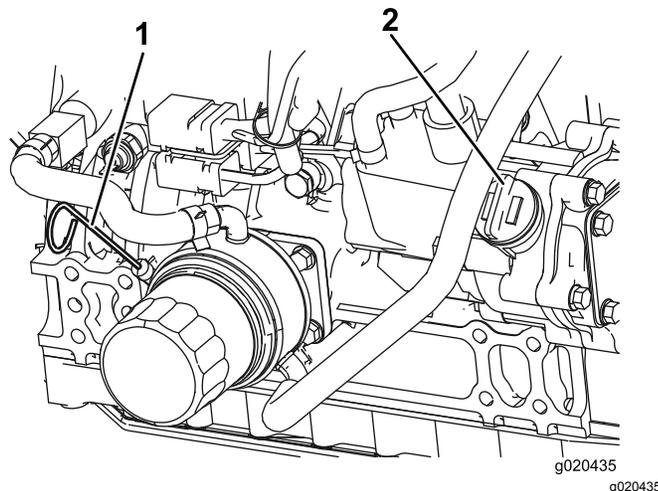

Рисунок 16
Уровень масла должен находиться в допустимом интервале (Рисунок 16).
4. Если масло ниже безопасного уровня, снимите крышку маслозаливной горловины (Рисунок 16) и добавляйте масло до тех пор, пока его уровень не достигнет отметки Full (ЗАПОЛНЕНО). **Не допускайте переполнения.**